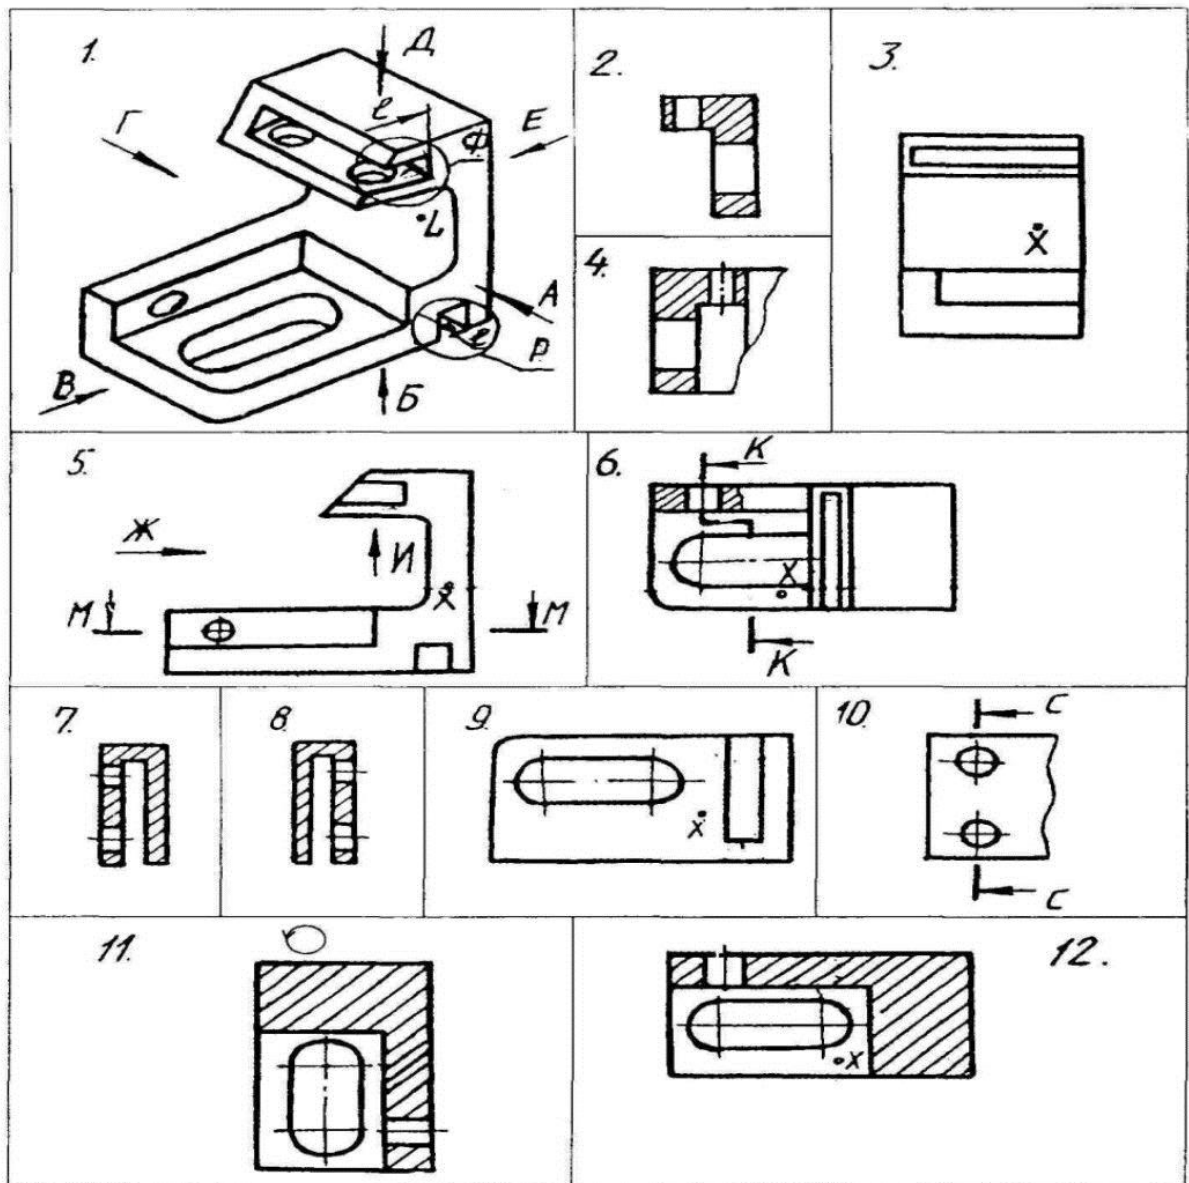

Рисунок 7
**Вопрос 1.** Какое изображение соответствует направлению А (рис.7)?
**Вопрос 2.** Какое изображение соответствует направлению Д (рис.7)?
**Вопрос 3.** Какое изображение соответствует направлению И (рис.7)?
**Вопрос 4.** Какое изображение соответствует положению секущей плоскости М-М (рис.7)?
**Вопрос 5.** Какое изображение соответствует положению секущей плоскости С-С (рис.7)?
**Вопрос 6.** Какое изображение соответствует положению секущей плоскости **К-К** (рис.7)?
**Вопрос 7.** На каком изображении глубина **l** элемента **Р** определена (рис.7)?
**Вопрос 8.** Какое изображение соответствует главному виду (рис.7)?
**Вопрос 9.** Как называется изображение №12 (рис.7)?
**Вопрос 10.** Как называется изображение №3 (рис. 7)?